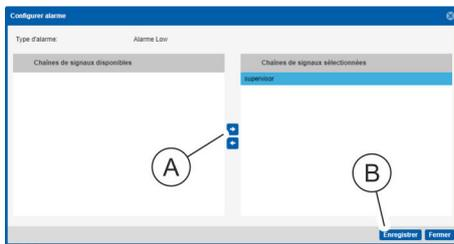

Fig. 131 : Fenêtre « Configurer alarme »
7. Sélectionner une chaîne de signaux dans la fenêtre « Configurer alarme » et la déplacer au moyen du bouton « → » (Fig. 131 /A) dans le champ « Chaînes de signaux sélectionnées » . Appuyer sur le bouton « Enregistrer » (Fig. 131 /B) pour confirmer la sélection.